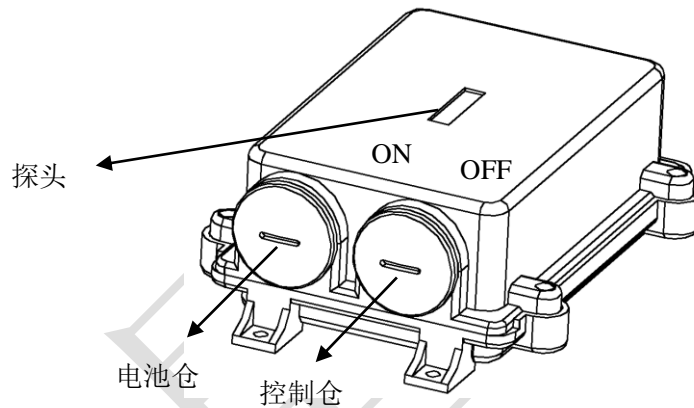
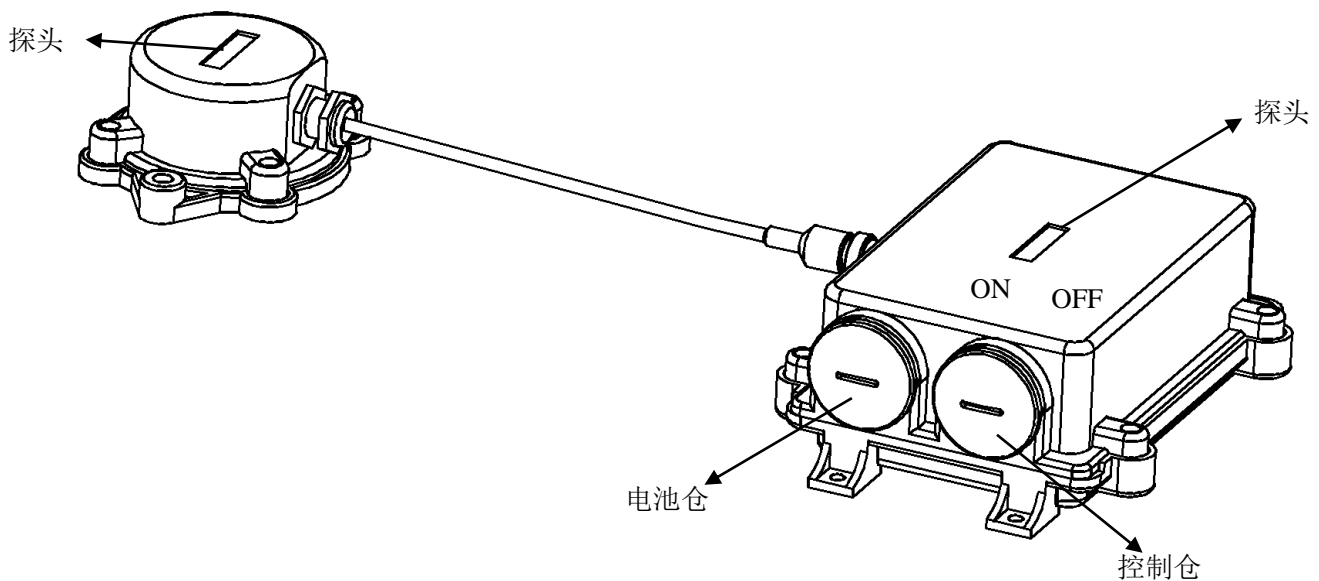

图1 单桶垃圾桶满溢监测终端示意图
图2 双桶垃圾桶满溢监测终端示意图
该终端产品分为单桶垃圾桶满溢监测终端（图1）和双桶垃圾桶满溢监测终端（图2）。它们都分别提供了LoRaWAN、NB-IoT两种通讯方式。终端使用电池供电，具有安装方便、电池寿命长、检测准确率高，工作稳定等特点。
- a) 打开控制仓（如图1、图2标识）；